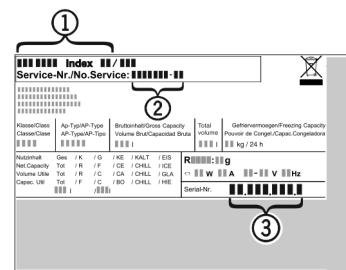

Fig. 11
- ▶ Z nazivne ploščice odčitajte oznako aparata Fig. 11 (1), servisno št. Fig. 11 (2) in serijsko št. Fig. 11 (3). Nazivna ploščica se nahaja na levi strani notranjosti aparata.
- ▶ Obvestite servisno službo in jim povejte, za kakšno napako gre, povejte pa tudi oznako aparata Fig. 11 (1), servisno št. Fig. 11 (2) in serijsko št. Fig. 11 (3).